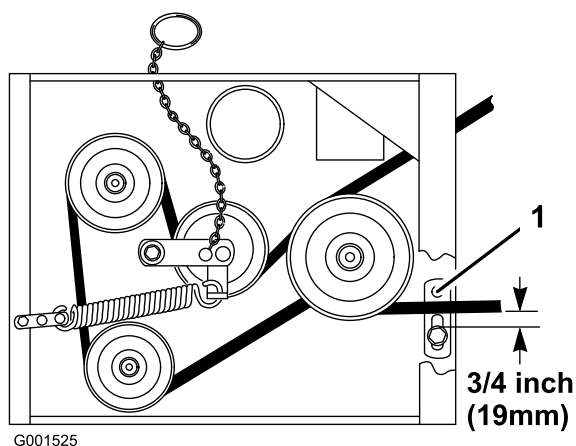

Figura 52
8. Compruebe que la guía de la correa, situada debajo del bastidor del motor, está ajustada correctamente (Figura 52).
Nota: La distancia entre la guía de la correa y la correa del cortacésped debe ser de 19 mm (3/4 pulg.) cuando la correa del cortacésped está engranada (Figura 52). Ajuste la correa del cortacésped si es necesario. La correa no debe rozar ni salirse de la polea si las guías y la tensión de la correa están correctamente ajustadas.